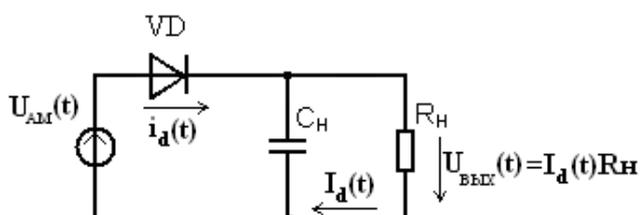

Рис. 3.1. Схема диодного детектора
Принципиальная схема простейшего диодного детектора состоит из НЭ (полупроводниковый диод) и фильтра нижних частот (ФНЧ) (рисунок 3.1.).
В качестве НЭ (рис. 3.1) используется полупроводниковый диод VD , а ФНЧ – цепь $R_n C_n$. Пусть на вход диодного детектора (VD) поступает гармоническое напряжение с медленно меняющейся амплитудой $u_{AM}(t)$. Если напряжение $u_{AM}(t)$ положительно, то диод открывается, и конденсатор C_n начинает заряжаться.